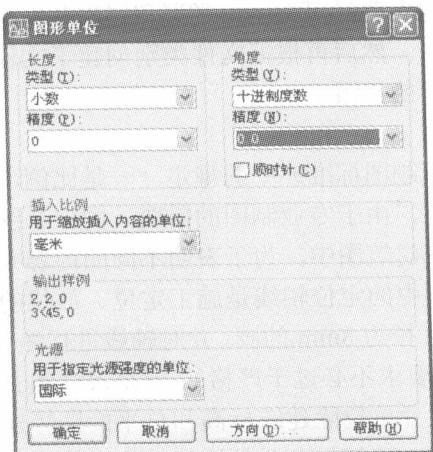

图 1-9 “图形单位”对话框
(2) 执行【格式】→【单位】菜单命令，AutoCAD 弹出“图形单位”对话框（如图 1-9 所示）。